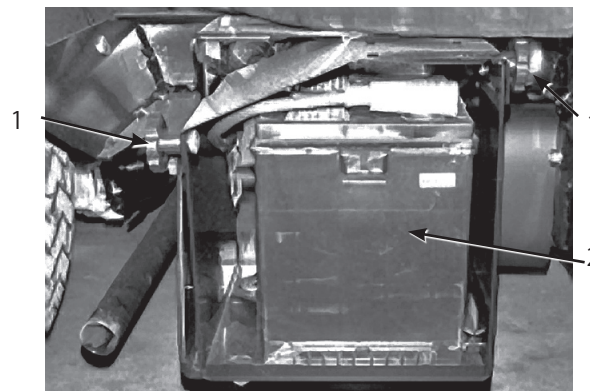

図58
3. バッテリー押さえを元通りに取り付ける(図58)。
4. バッテリーカバーを元どおりに取り付けノブ(図58)で固定する。
1. バッテリー・ボックスのノブ(図58)をゆるめ、カバーを外す。